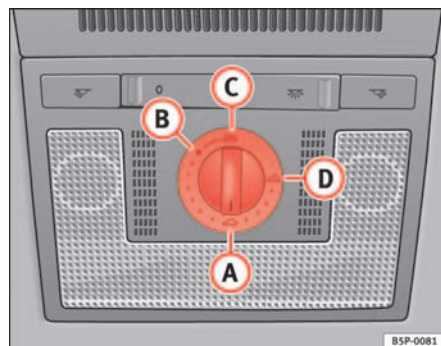

Fig. 70 Dettaglio del rivestimento interno del tettuccio: manopola per l'azionamento del tettuccio
- Ruotare la manopola sulla posizione **A** ⇒ fig. 70 ⇒ .